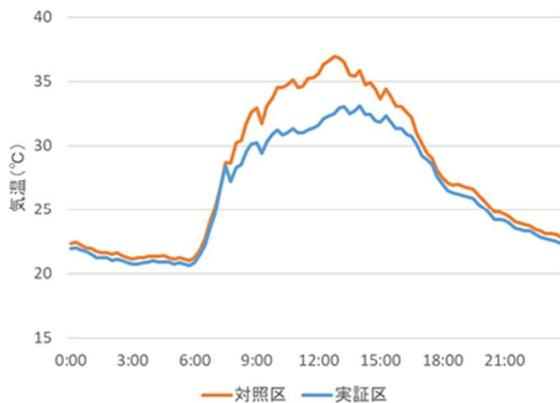
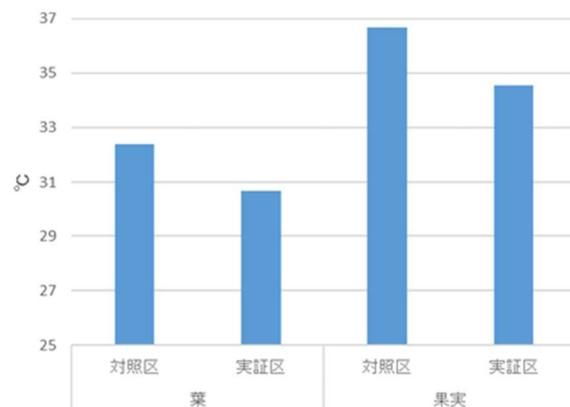

図4 ハウス内気温
図5 葉および果実表面温度
- ・対照区と比較して、昼間で4℃以上の昇温抑制効果が確認でき（図4）、果実表面温度が低くなります（図5）。